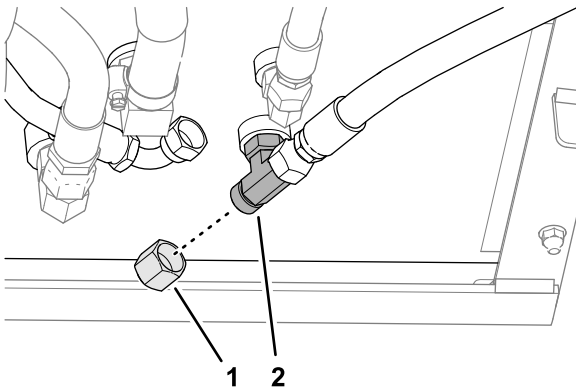

Bild 67
2. Bringen Sie die Kappe auf das T-Anschlussstück an, wie in Bild 67 dargestellt.